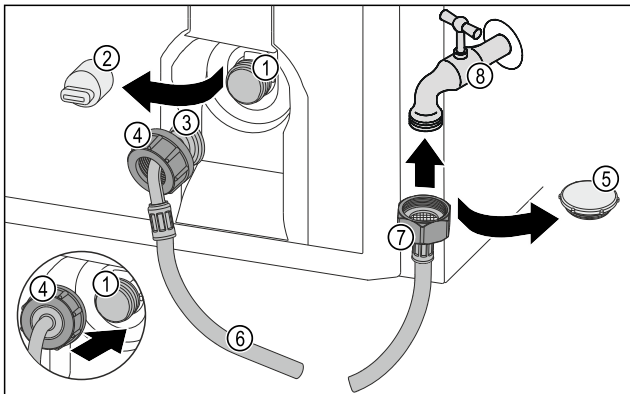

Fig. 23
- ▶ Rimuovere il coperchio di chiusura Fig. 23 (5).
- ▶ Posizionare l'estremità del flessibile dritta Fig. 23 (7) sul rubinetto dell'acqua Fig. 23 (8).
- ▶ Stringere in senso orario sull'estremità del flessibile dritta Fig. 23 (7) in senso orario.